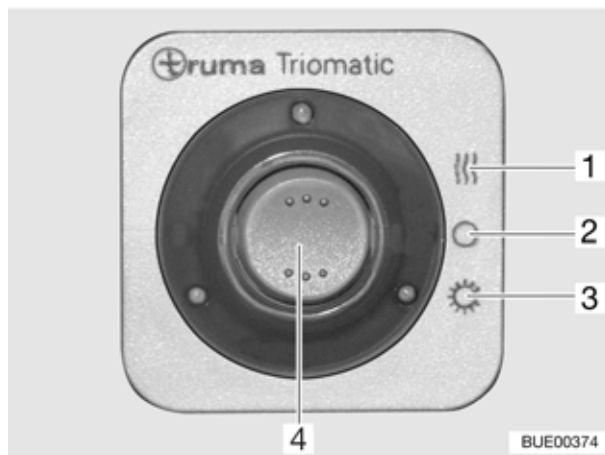

Fig. 60 Visualizzatore a distanza
Il visualizzatore a distanza (Fig. 60) segnala, all'interno del veicolo, quale bombola del gas è in funzione.
Impostare la modalità di funzionamento tramite l'interruttore a bilico (Fig. 60,4).
- Funzionamento invernale "On e riscaldamento" (Fig. 60,1)
- Spento (Fig. 60,2)
- Funzionamento estivo "On" (Fig. 60,3)